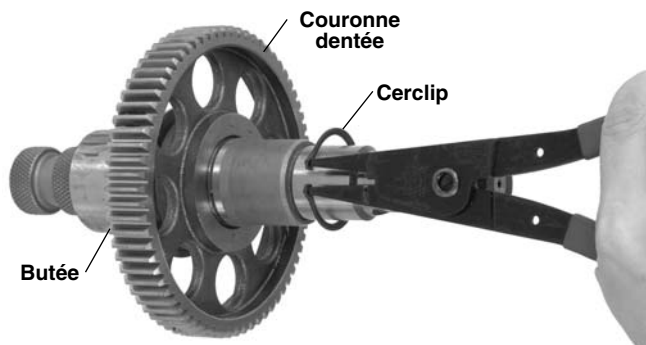

Figure 19 – Retrait du cerclip
5. Enlevez le cerclip de l'arbre d'entraînement et retirez la couronne dentée (*Figure 19*).